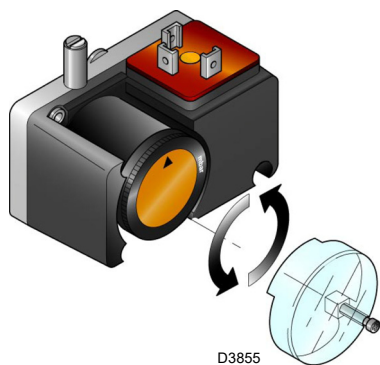

Fig. 33
- Régler le pressostat gaz minimum (Fig. 33 à la page 34) en début d'échelle.
Régler le pressostat gaz minimum (Fig. 33) après tous les autres réglages du brûleur avec le pressostat réglé au début d'échelle.